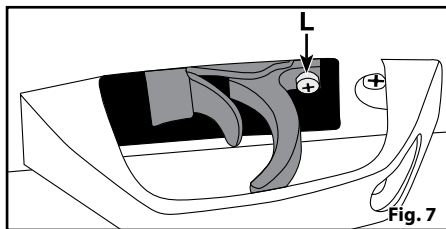

Fig. 7
3. Para disminuir la longitud de la segunda etapa, gire el tornillo de ajuste hacia la derecha (vea la Fig. 7).
4. Para aumentar la longitud de la segunda etapa, gire el tornillo de ajuste hacia la izquierda (vea la Fig. 7).